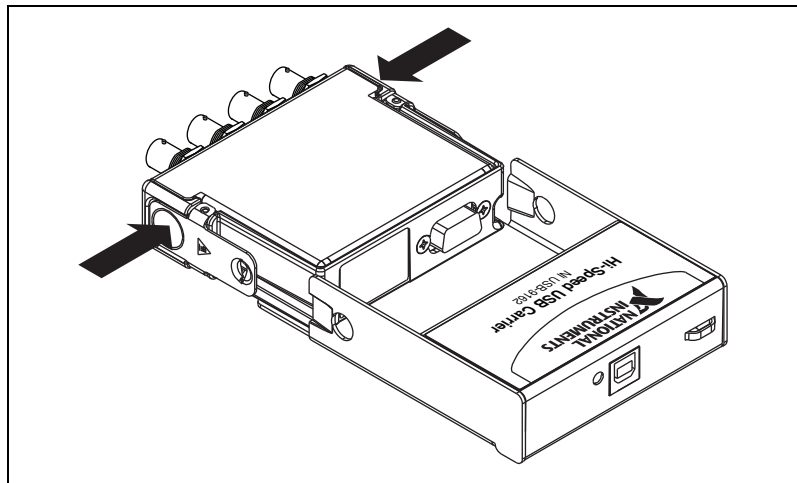

图 3 模块安装
NI 9234 模块和 NI USB-9162 外盒均为独立包装。请参照图 3 完成安装步骤：
3. 如图 3 所示，对齐 I/O 模块和外盒。